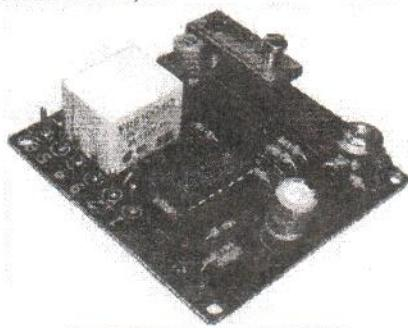
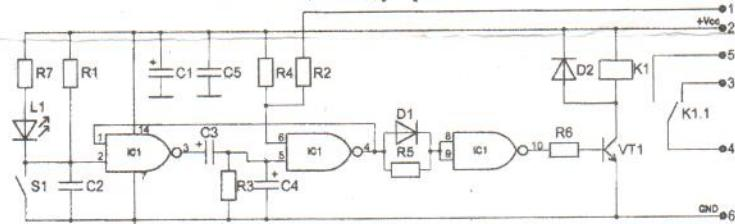

Рис.1 Общий вид устройства
Рис.2 Схема электрическая принципиальная
Общий вид устройства показан на рис.1, схема электрическая принципиальная – рис.2.
2. Для отключения сигнализации необходимо соединить конт. 1 с общим проводом устройства (конт. 6, см. рис. 2, 4).